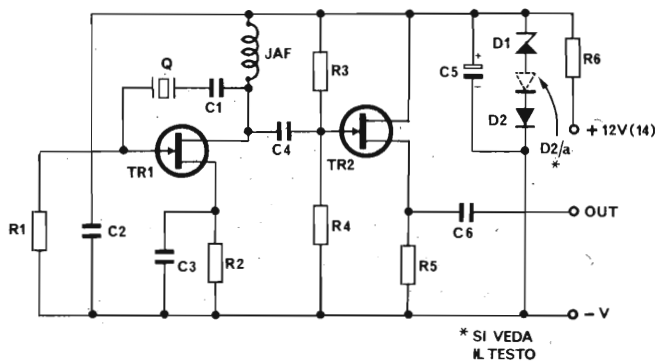

Fig. 1 - Schema elettrico del generatore quarzato di sottoportante per TV-colore.
*Fig. 1 - Modifica dell'impianto elettrico dell'auto. Il condensatore da  $2 \mu\text{F}$  aggiunto, impedisce l'accensione perchè con il suo notevole valore turba l'andamento del campo magnetico nel primario della bobina EHT.*